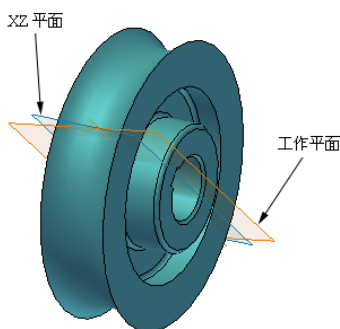

图 8-49 建立工作平面
③单击【三维模型】标签栏【定位特征】面板上的【工作平面】工具按钮，选择建立的工作轴，然后选择原始坐标系的 XZ 平面，在打开的【角度】对话框中输入 8，则建立一个过工作轴，且与 XZ 平面成 8° 角的工作平面，如图 8-49 所示。该工作平面作为建立扫掠路径的几何图形所在的草图。